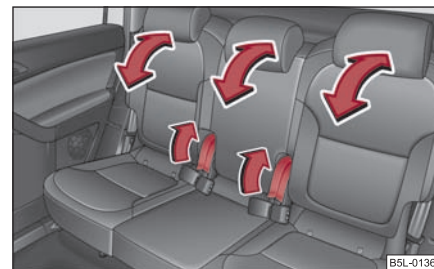

Fig. 84 Ajuste del respaldo
- Tirar de la palanca ⇒ fig. 84 y ajustar la inclinación de respaldo la deseada. ■
- Tirar de la palanca ⇒ página 83, fig. 84 y abatir el respaldo completamente hacia delante.